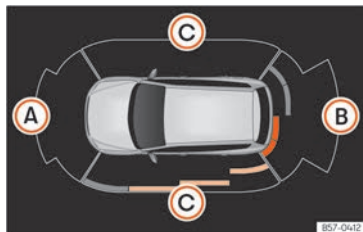

Abb. 117 Anzeige der Einparkhilfe auf dem Bildschirm des Infotainment-Systems.
Im Stoßfänger befinden sich Sensoren. Wenn sie ein Hindernis erkennen, weisen sie durch akustische und optische Signale im Infotainment-System darauf hin »» (Abb. 117).
Um vollständig die Fahrzeugumgebung darstellen zu können, muss das Fahrzeug einige Meter nach vorn bzw. nach hinten bewegt werden. Die fehlenden Bereiche werden abgetastet und vorhandene Hindernisse in den seitlichen Bereichen des Fahrzeugs »» (Abb. 117) (C).